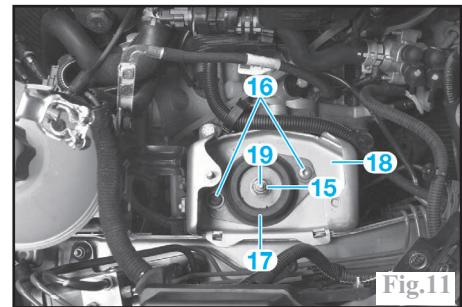

Fig.11
-l'écrou d'axe de boîte (15) (Fig.11) et sa rondelle.
-les 2 vis (16).
-la cale élastique (17).
-le support d'axe de boîte de vitesses (18).